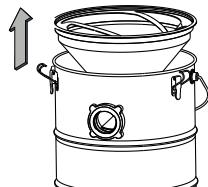

Fig. 11
- Ta försiktigt ut förfiltret från behållaren (Fig. 11).